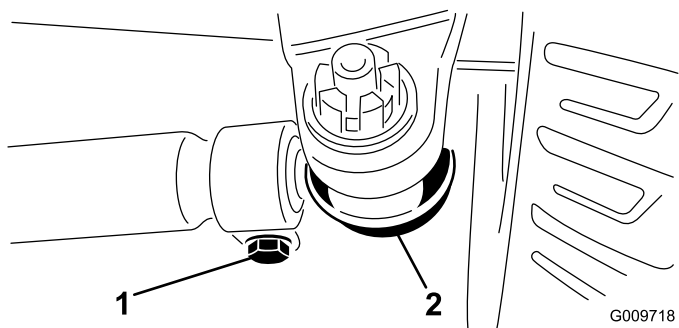

Figura 98
3. Per regolare la convergenza, togliete la coppiglia e il dado da uno dei giunti a sfera del tirante (Figura 98).
5. Allentate i fermi su entrambe le estremità dei tiranti (Figura 98).